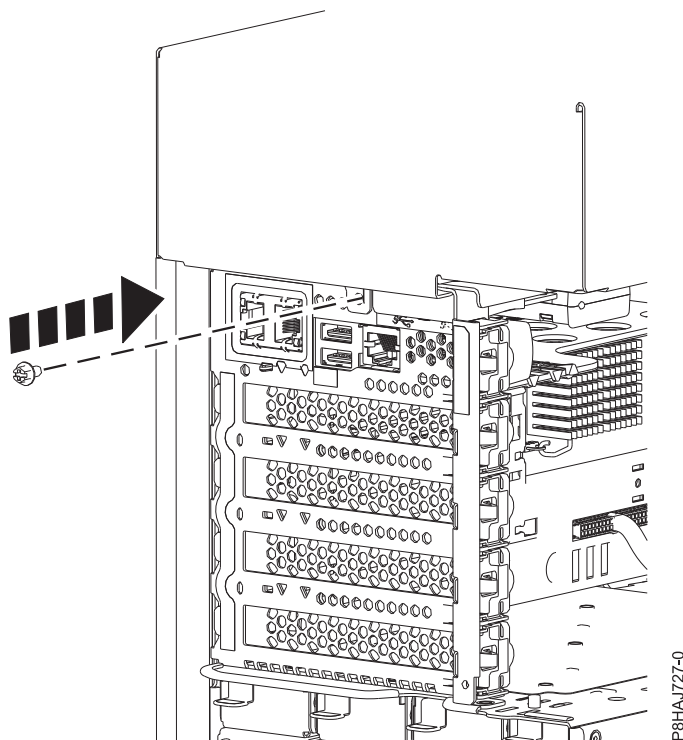

Figura 62. Instalando o parafuso da tampa lateral 8286-41A
5. Instale o parafuso traseiro da tampa lateral com uma chave de fenda Phillips, conforme mostrado em Figura 62 na página 74.